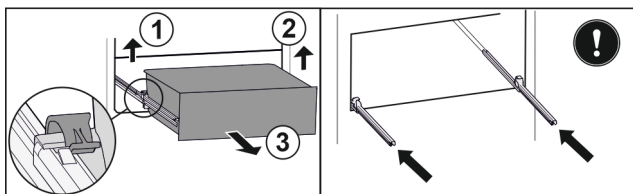

Fig. 26
- ▶ Nadvihnite ľavú svorku a súčasne ťahajte zásuvku vľavo dopredu Fig. 26 (1).
- ▶ Nadvihnite pravú svorku a súčasne ťahajte zásuvku vpravo dopredu Fig. 26 (2).
- ▶ Odoberte zásuvku dopredu Fig. 26 (3).